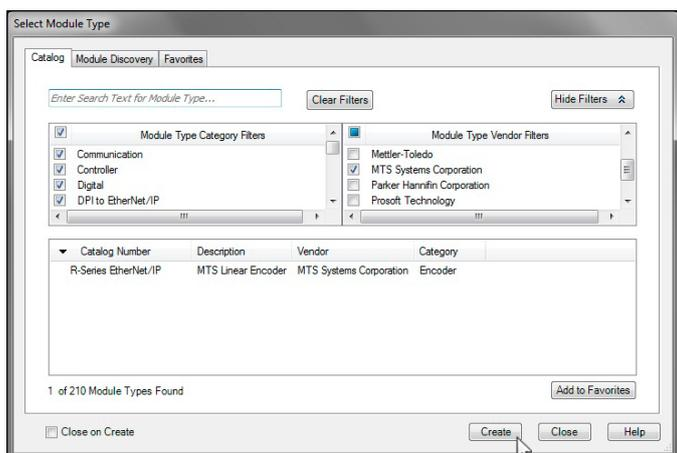

Abb. 100: Neuen Modulbaumerstellen
4. Das Fenster „Select Module Type“ öffnet sich. Suchen Sie im Reiter „Catalog“ in dem Suchfeld nach „MTS Systems Corporation“ (Vorgänger von Temposonics). Der Sensor wird mit der Bezeichnung „R-Series EtherNet/IP“ angezeigt. Wählen Sie diesen Eintrag aus und klicken Sie auf die Schaltfläche „Create“ (Abb. 100).